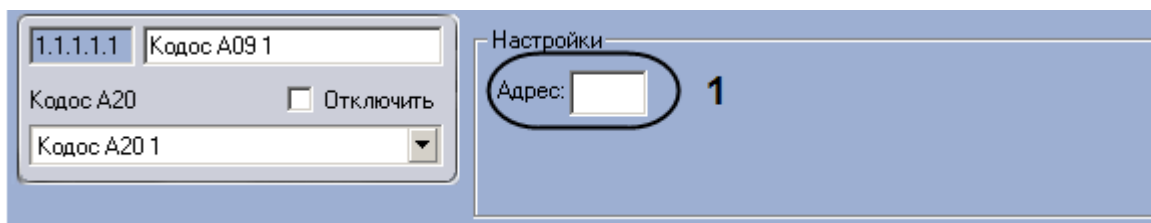

Рис. 3.6—19 Настройка адресного блока **Кодос А-09**
2. Ввести аппаратный адрес подключения адресного блока *Кодос А-09* в поле **Адрес** (см. Рис. 3.6—19, 1).